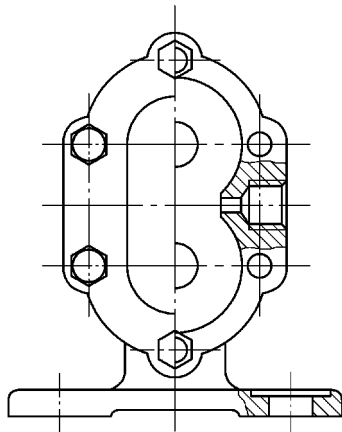

图 12-29 插入余下螺栓头左视图
6) 同上一步骤插入螺栓头左视图至其他螺孔位置处, 如图 12-29 所示。